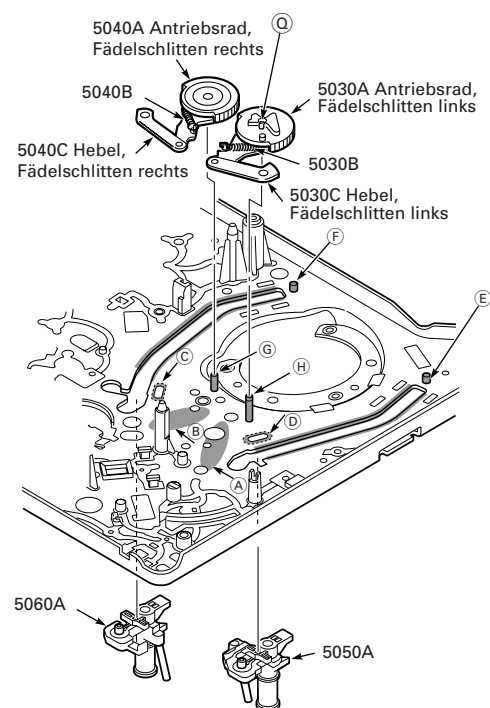
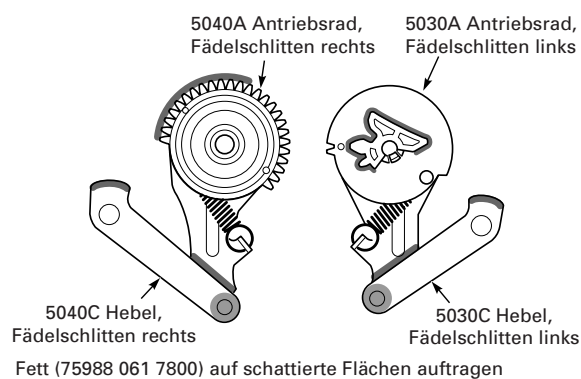

Fig. 8.25
Fig. 8.28
- Rasthaken ① ausrasten und das Fädelschlittenantriebsrad (5030A) und die ausgehängte Fädelschlittenfeder (5030B) abnehmen (Fig. 8.25). Beim Ausbau dieser Teile darauf achten, dass die Fädelschlittenfeder (5030B) nicht abspringt.
- Fädelschlittenantriebsrad (5040A) und die ausgehängte Fädelschlittenfeder (5040B) abnehmen (Fig. 8.25). Beim Ausbau dieser Teile darauf achten, dass die Fädelschlittenfeder (5040B) nicht abspringt.
- Verwenden Sie zum Schmieren der Fädelschlittenmechanik ausschließlich das Schmiermittel **75988 061 7800** und beachten Sie die Schmierhinweise ① ... ⑧ und grau hinterlegte Flächen in Fig. 8.25 und Fig. 8.28!